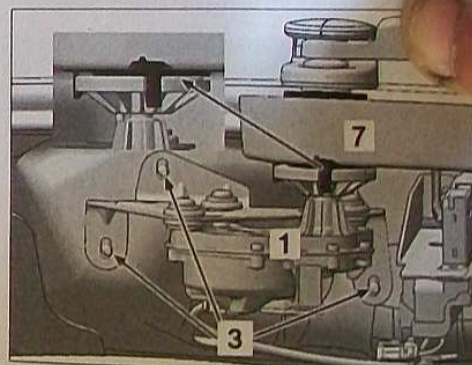

FIG. 44
En agissant sur le moteur (1), régler le jeu et l'appui entre le moteur d'essuie-glace (1) et le palier de l'essuie-glace (7) (Fig.44).